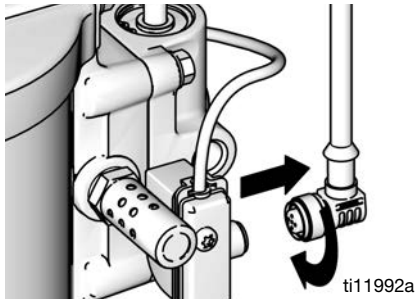

FIG. 9. Frakoble DataTrak
1. Skru av kabelen fra baksiden av reedbryteren. Se FIG. 9.